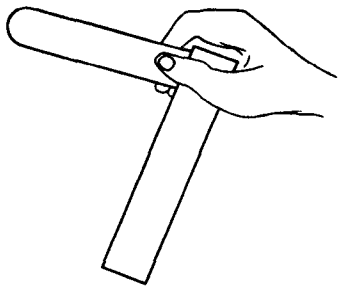

图 1-2
2) 手握塞尺片的后端，使塞尺片平面与间隙面平行，轻缓插入间隙中，如图 1-2 所示。